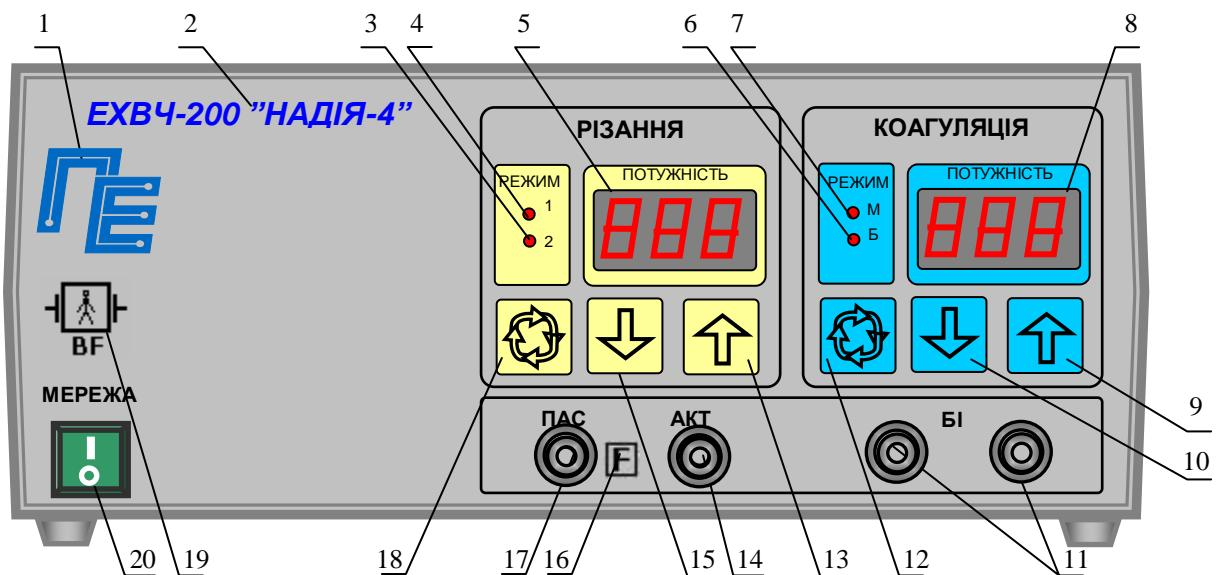
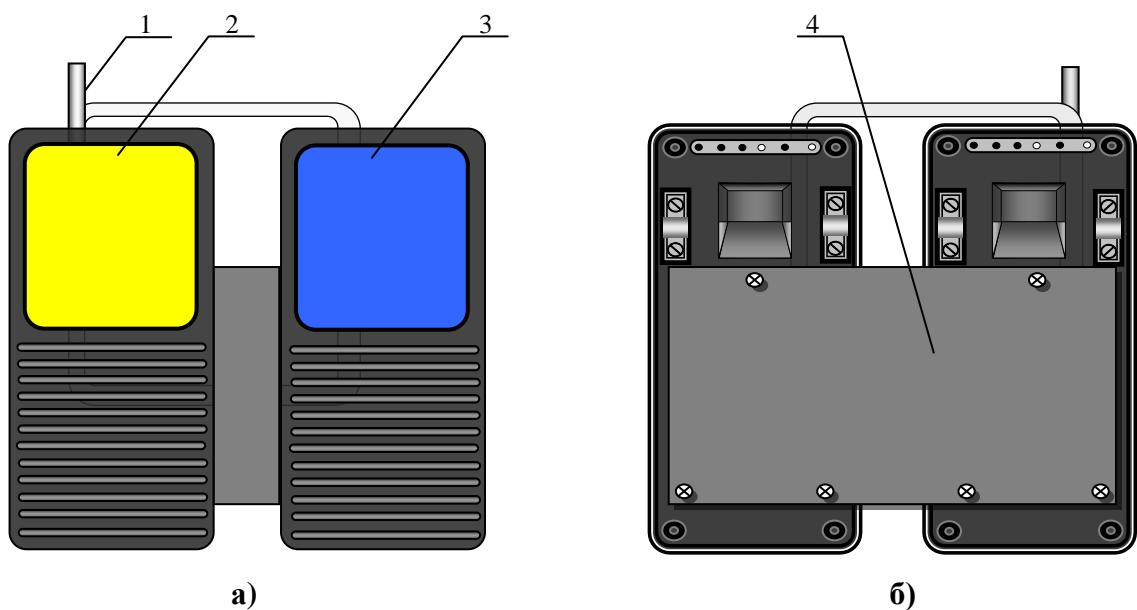

Рис.1. Передня панель електронного блоку.
Рис. 3. Ножна педаль
Конструктивно апарат виконаний у вигляді двох окремих блоків - електронного блоку (рис. 1,2) і ножкої педалі (рис. 3).
На передній панелі електронного блоку розташовані наступні органи управління і індикації (рис.1):
Конструкція ножкої педалі (рис.3) є підлоговою конструкцією, на якій розташовано дві рухомі платформи: ліва (2) - для включення виду роботи РІЗАННЯ, права (3) - КОАГУЛЯЦІЯ.
• включити апарат, для чого встановити вимикач “МЕРЕЖА” в положення “|”. При цьому висвітлюються індикатори: “МЕРЕЖА”, вибраних режимів роботи. На індикаторах (5,8 рис.1) висвітлюються цифри встановленого рівня вихідної потужності;
• перевірити переключення режимів роботи, для чого послідовно натискаючи кнопки (12, 18 рис.1), переконатися, що апарат послідовно перемикає режими 1, 2 для РІЗАННЯ і режимів М, Б для КОАГУЛЯЦІЯ по послідовному загорянню відповідних індикаторів (3, 4, 6, 7 рис.1);
• перевірити регулювання рівня вихідної потужності, для чого, натиснувши кнопки управління (9, 13 рис. 1), переконатися, що відбувається збільшення показань індикатора рівня вихідної потужності, а натиснувши кнопки управління (10, 15 рис.1), переконатися, що відбувається зменшення показань індикатора рівня вихідної потужності. Перевірку провести як для виду робіт РІЗАННЯ так і для виду робіт КОАГУЛЯЦІЯ. Слід пам'ятати, що встановлені рівні вихідної потужності запам'ятовуються для кожного виду і режиму роботи. Види роботи включаються тільки по черзі.